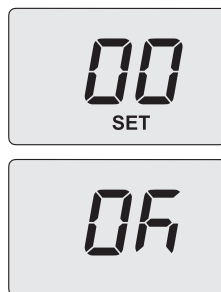

Figura 8.6
Sul display compare la scritta **"SET"** (Figura 8.6).
- Premendo il tasto 13 (Figura 8.3) si ottiene la conferma del valore inserito. Sul display appare per 3 sec. la scritta **"OK"** (Figura 8.6), per poi visualizzare la lista dei parametri.